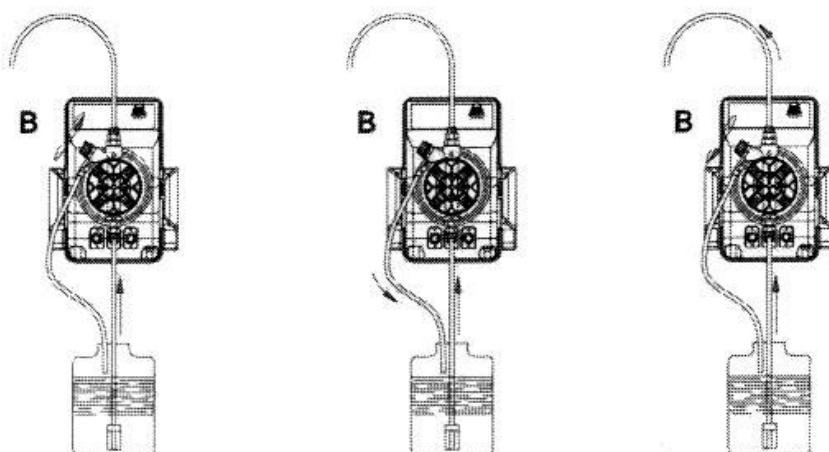

Рис. 8
*В случае отсоединения насоса от системы рекомендуется установить на соединители колпачки для того, чтобы предотвратить выливание жидкости. Перед тем как подсоединить нагнетательный шланг к системе заполните насос жидкостью, как показано на рис. 8. Перед завершением установки нагнетательного шланга проверьте, что движения насоса не вызывают его перемещения и удары о твердые предметы. Если при заполнении насоса возникнут трудности, отсосите жидкость из выпускного ниппеля с помощью обычного шприца при работающем насосе. Отсасывайте жидкость до тех пор, пока не увидите, что жидкость входит в шприц. Для подсоединения шприца к выпускному клапану используйте короткий отрезок всасывающего шланга. Если в насосе имеется клапан выпуска воздуха, отверните клапан выпуска воздуха **B** и подождите, пока из насоса не выйдет весь воздух.*